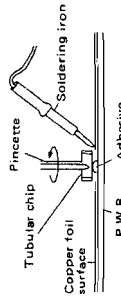

Figure 20-2
- Holding the chip with a pincette, take it off gently using the soldering iron's heat applied on each terminal of it. See Figure 20-2.
2. Das Bauelement dann vorsichtig mit einer Pinzette anheben und unter Verwendung der Lötcolbenhitze zu den Anschlüssen, das Bauelement entfernen. Siehe Abbildung 20-2.